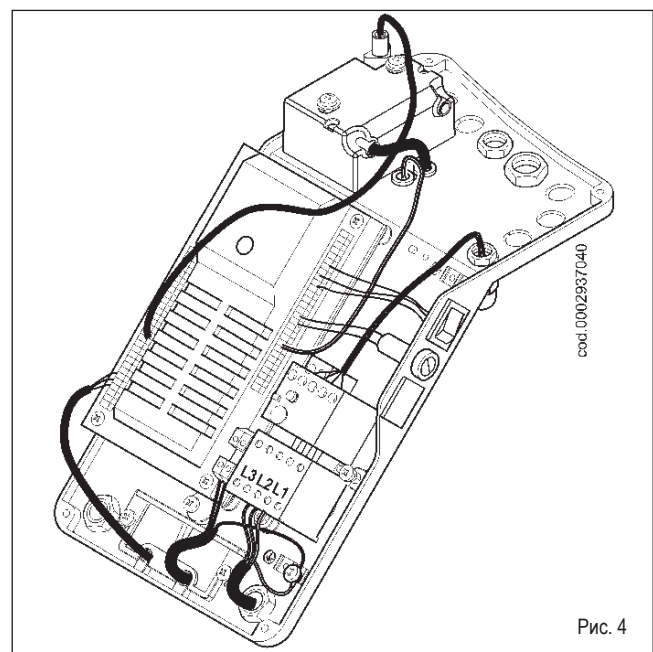

Рис. 4
Отсоединив провод розжига и ионизации (8) от соответствующих электродов, изъять полностью смесительный узел в направлении, указанном стрелкой (9) (рисунок 4).